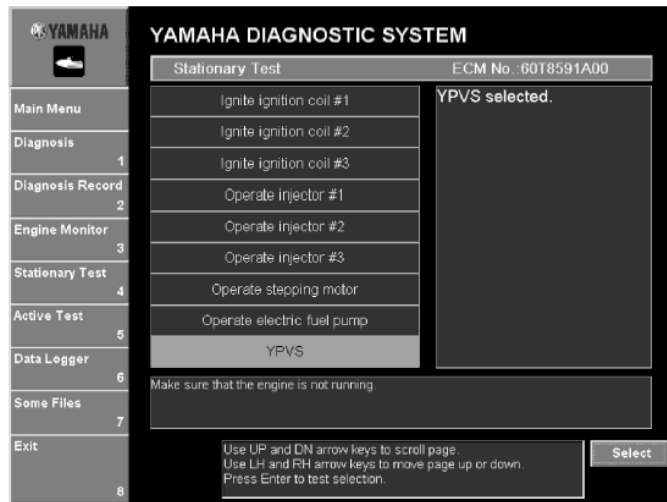

Рис. 82
1. Выбрать тест, который будет выполнен, и затем щелкнуть **Выбор(Select)** или нажать клавишу Enter клавиатуры. (Рис. 82)